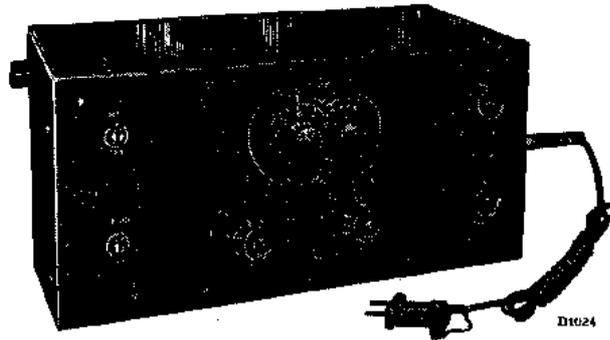

Abb. 4
1. Ein Serviceoszillator (G.M. 2880 Abb. 4), eine Kunstantenne für 200-3000 m ($200 \mu\mu\text{F}$, $25 \mu\text{H}$ und 20 Ohm) und eine Kunstantenne für 14-200 m (400 Ohm).